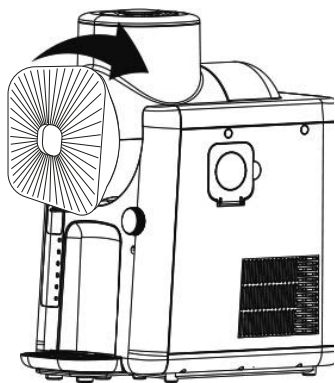

Fig. 3
9. Plaats de mengbeker op de mixer en vergrendel deze door deze met de klok mee te draaien (fig. 3).